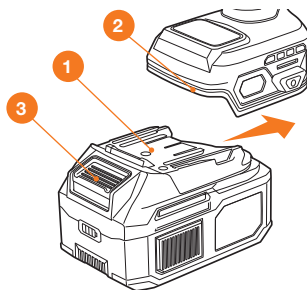

Рис. 3
- Установите аккумулятор **1** в разъем рукоятки изделия **2** до щелчка (Рис. 3).